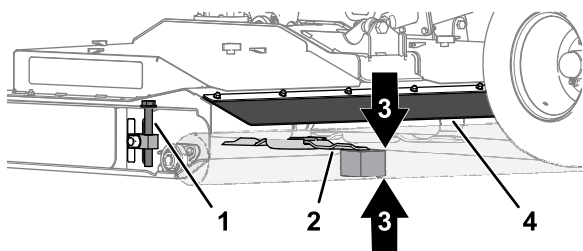

Figura 80
1. Lavorando sulla parte posteriore del piatto di taglio, sollevate l'aletta posteriore e allineate il blocco di legno di 51 mm tra l'estremità posteriore della lama centrale del tosaerba e il terreno (Figura 80).